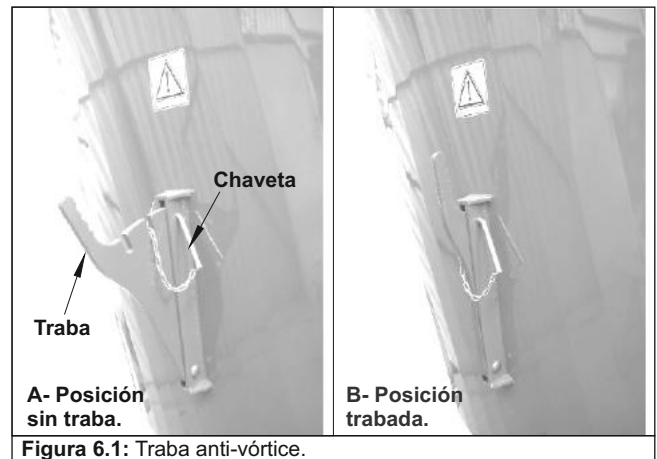

Figura 6.1: Traba anti-vórtice.
- 2- Verificar que las 2 trabas anti-vórtice no estén colocadas - POSICIÓN SIN TRABA de la Figura 6.1.
5- Al cabo de un tiempo, cuando se observe que el rollo o fardo se ha desarmado, colocar las 2 trabas anti-vórtice de manera progresiva para favorecer el corte de la fibra. POSICIÓN TRABADA de la Figura 6.1.